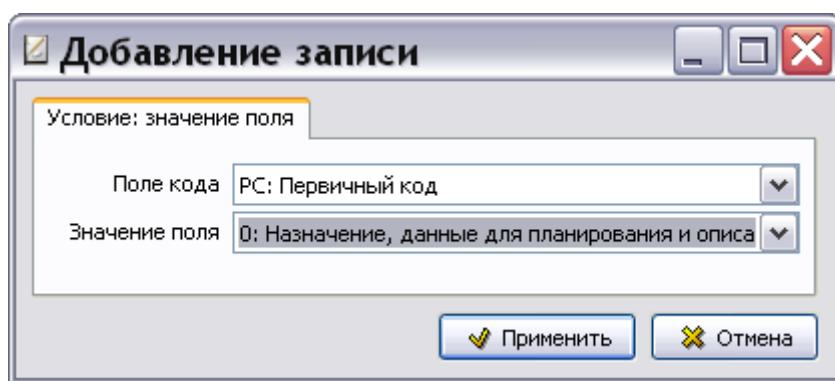

Рис. 2.38
5. В диалоговом окне **Добавление записи** для условия: значения поля в окошке **Поле кода** из выпадающего списка выберите «PC: Первичный код». В окошке **Значение поля** из выпадающего списка выберите фиксированное значение поля «0: Назначение, данные для планирования и описание» (Рис. 2.38).